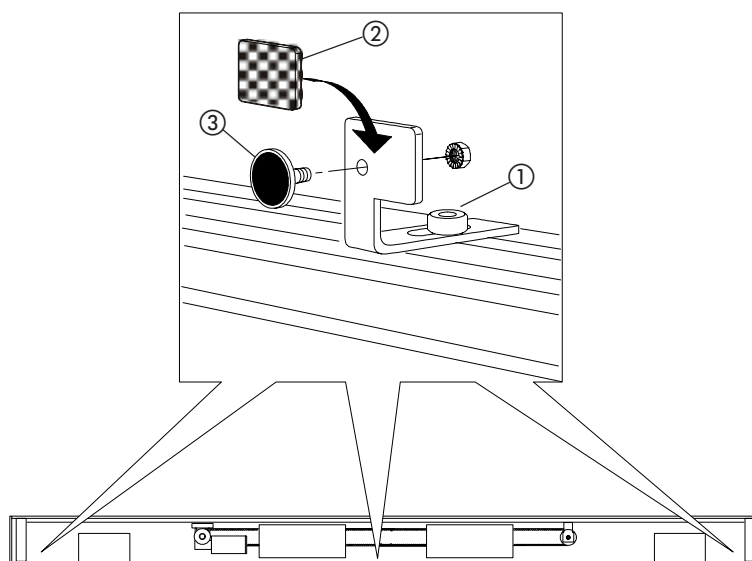

Abb. 78
Die drei Bügel zur Befestigung der Abdeckung unter Verwendung der im Lieferumfang enthaltenen Schrauben montieren (Abb. 78 Bez. ①).
Wenn die Zubehörteile für die Befestigung der Standard-Abdeckung verwendet werden, das Kleffband auf den Befestigungsbügeln aufbringen (Abb. 78 Bez. ②).
Wenn die Zubehörteile für die Befestigung der Abdeckung lx verwendet werden, die Magnete auf den Befestigungsbügeln aufbringen (Abb. 78 Bez. ③).